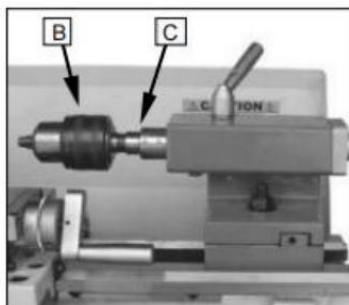

Fig. 28
Utilice el portabrocas para sujetar los taladros de centrado y los taladros giratorios. En la cola del caballo- (B) (Fig. 28)